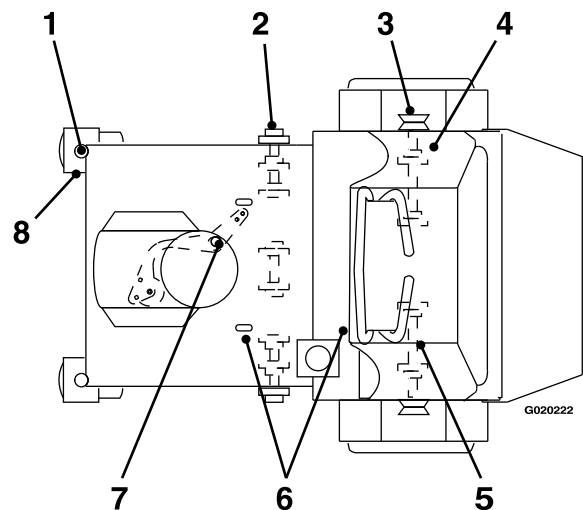

Figura 26
2. Limpie con un trapo los engrasadores (Figura 26).
3. Conecte una pistola de engrasar al engrasador (Figura 26).